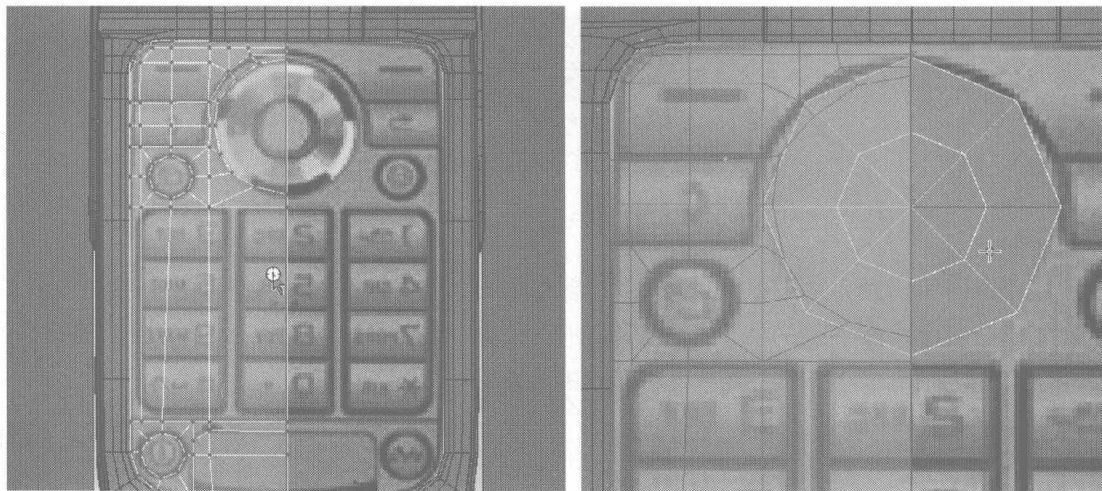

图 4.520
- 14** 在键盘上继续添加、调整细分线,然后回到 Create 控制面板中单击 **Cylinder** 按钮,在 Front 视图中建立如图 4.520 所示的圆柱体。